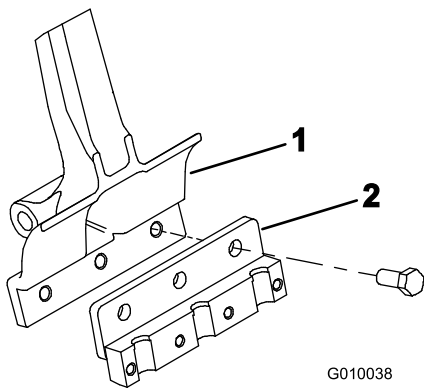

图22
3. 用 3 个螺栓 1/2 x 1-1/4 英寸将打孔针夹头固定到各个打孔针臂 图22。上紧螺栓扭矩至 101.6N·m。